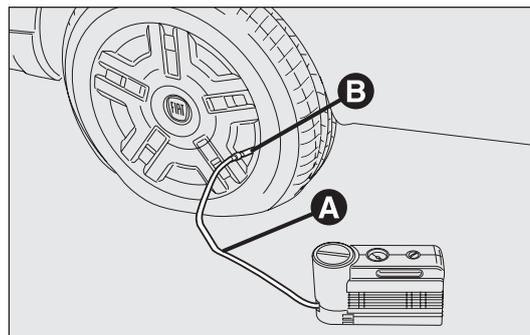

fig. 172
- Azionare il freno a mano. Svitare il cappuccio dalla valvola del pneumatico, estrarre il tubo trasparente di riempimento A-fig. 172 ed avvitare la ghiera B sulla valvola del pneumatico;